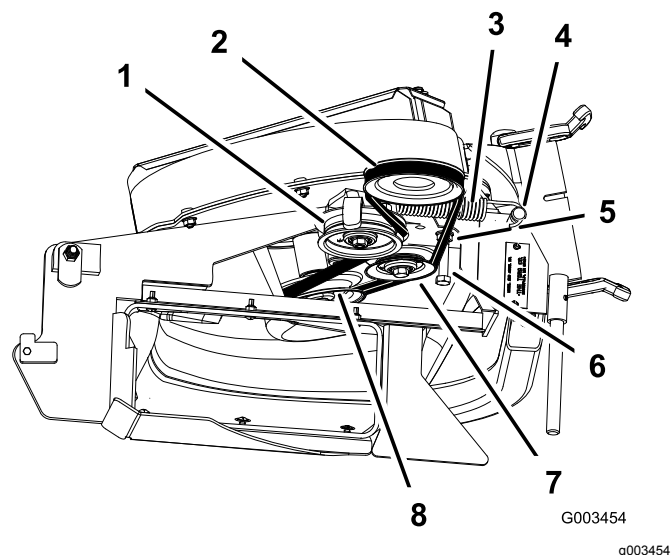

Figure 44
9. Placez la courroie sur la poulie de tension rappelée par ressort (Figure 44).